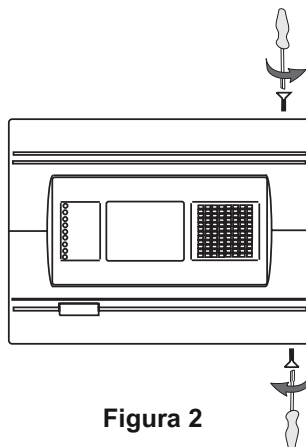

Figura 2
- Desparafuse os dois parafusos secretos situados acima e sob a tampa da caixa - consulte a Figura 2.